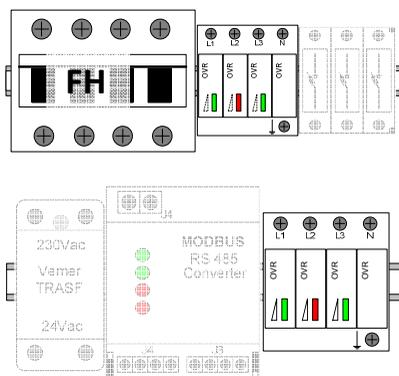

Figura 16-7: Dispositivi OVR AC per versioni con trasformatore $\leq 220\text{kW}$
- È necessario verificare i fusibili nel portafusibili (FH) di Figura 16-7. Usare fusibili tipo 14x51 50A gG.